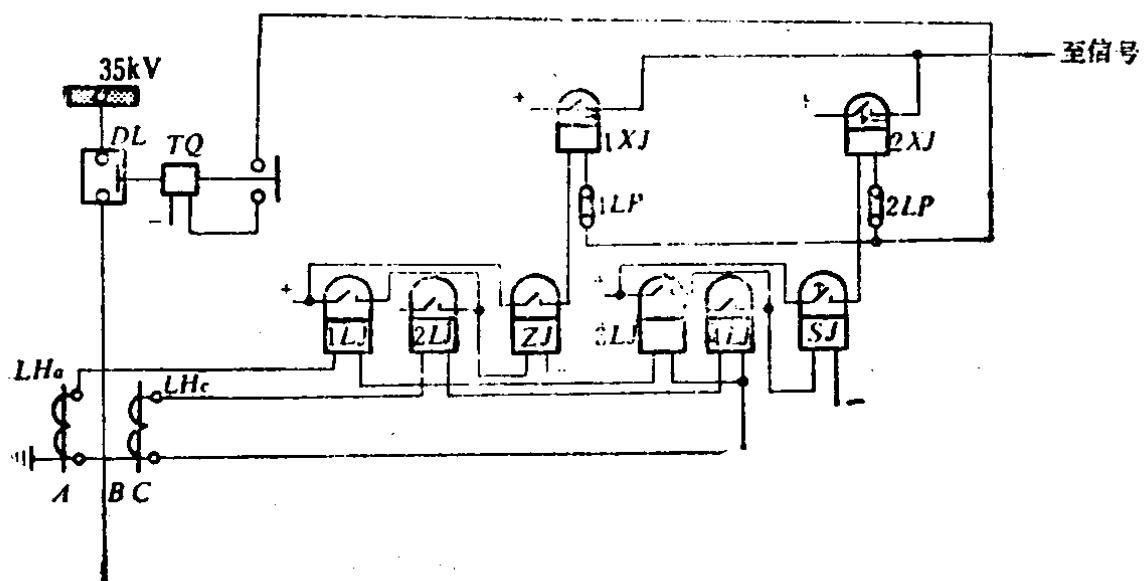

图 1-2 35千伏线路保护原理图
表示继电保护、测量仪表和自动装置工作原理的一种二次接线图。它以元件的整体形式表示二次设备间的电气联系。通常是对各个一次设备分别画出，并且和一次接线的有关部分综合在一起。例如，图1-2是35千伏线路保护原理图。从图中可以看出，电流互感器是连接成不完全星形接线。它的保护分为两个部分：电流速断和过电流保护。
4. 闭锁回路 有时保护起动后，需要闭锁其它回路。要弄清闭锁什么回路，怎样闭锁。这个问题，在看原理接线图时，往往容易忽略，应引起注意。在图1-2中，因没有闭锁回路，故未表示。但有许多原理图是有闭锁关系的，在看图时要特别留意。